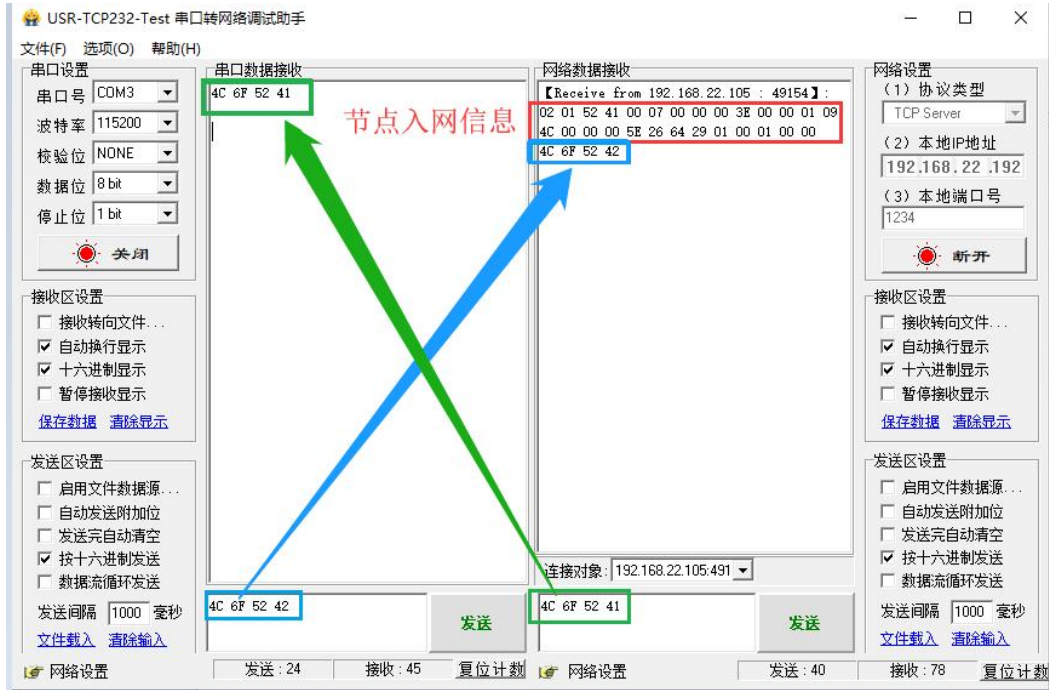

图 15 组网模式通信过程
- 通过服务器可以看到模组的入网信息，入网模组可与服务器进行数据的透传，通信效果如“图 15”所示：